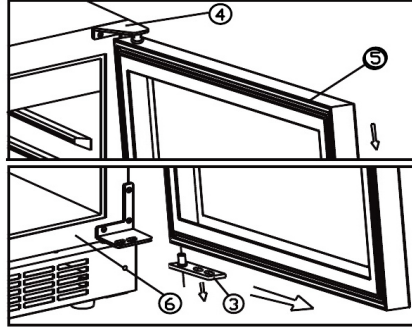

fig. 5.2
- Afmonter døren ved at trække døren frem og fri af tophængslet. Se fig. 5.2